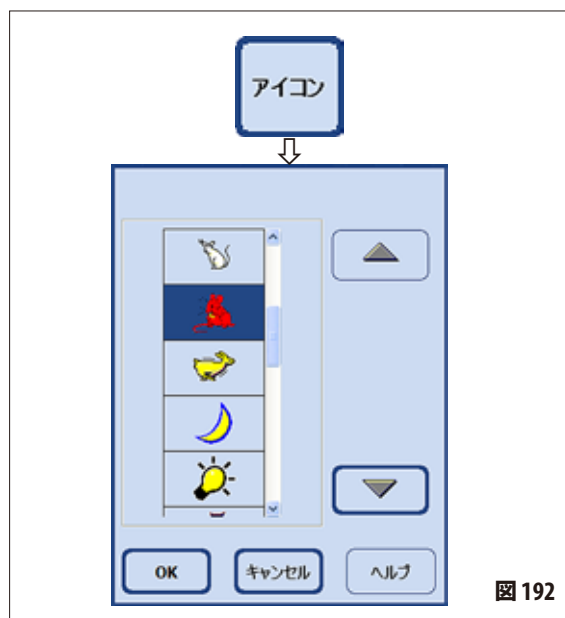

図 192
- ・ 「アイコン」 ボタンを押すと、アイコン選択ウィンドウが開き、さまざまなアイコンが表示されます (図 192)。